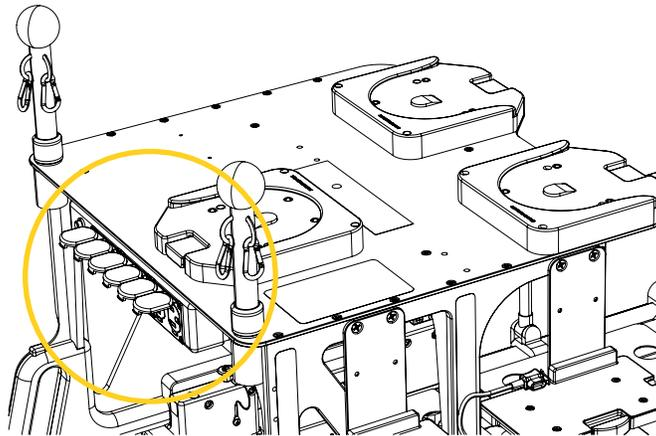

Figure 56: Localisation de la barre d'alimentation
1. Localiser la barre d'alimentation et sa visserie située à l'avant de la structure mobile, sous la plaque supérieure de la structure mobile côté pied du patient (Figure 56).